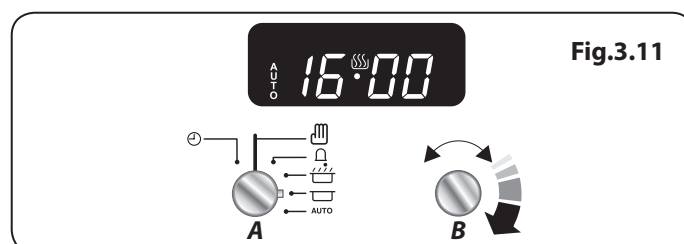

Fig.3.11
3. Tournez le bouton Réglage (B) pour régler l'heure à laquelle vous souhaitez que votre four s'arrête (**Fig.3.11**).